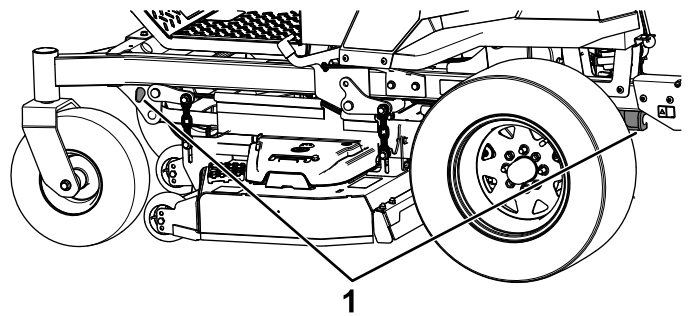

Figura 36
6. Prenda a máquina perto das rodas giratórias frontais e pára-choques traseiro com correias, correntes, cabos ou cordas (Figura 36). Consulte as diretrizes locais relativas a requisitos de dispositivos de fixação.